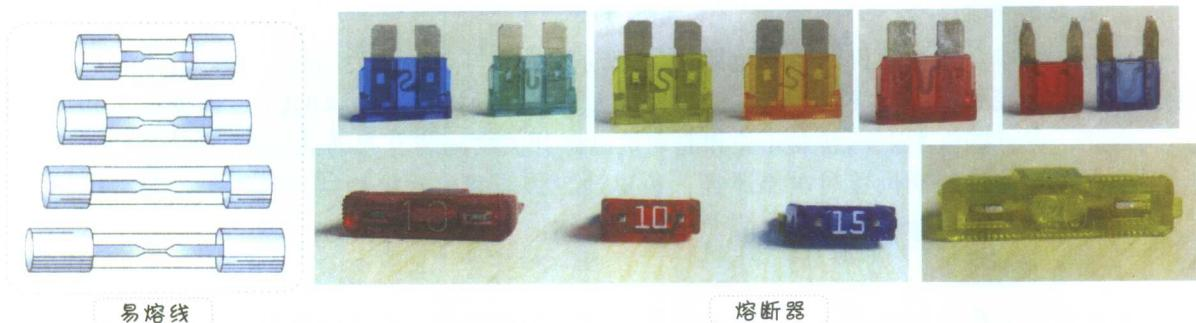

图1-1 易熔线、熔断器与其熔值标注
1、易熔线（如图1-1所示）
普通熔断器通过电流为110%额定值时不熔断；通过的电流为135%额定值时，在60s以内熔断；流过的电流为150%额定值时，20A以内的熔断器应在15s以内熔断；30A熔断器应在30s以内熔断。熔断器外观与熔值标注如图1-1所示：